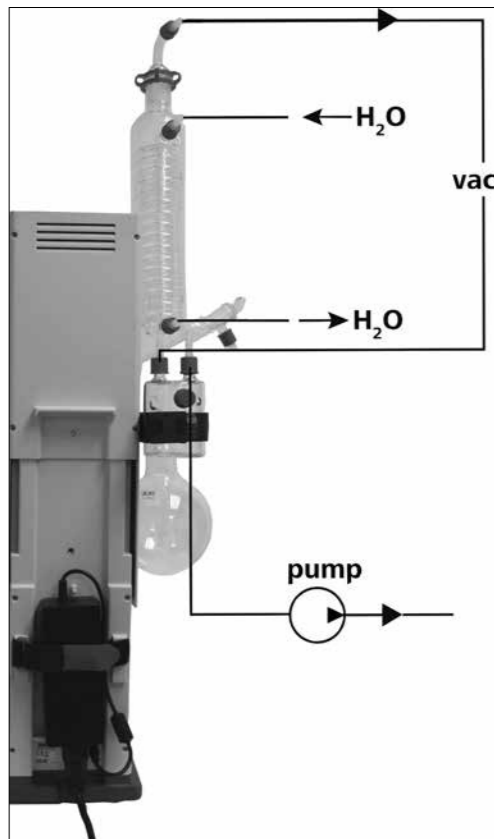

Fig. 20
- 역류 원리 에 따라 물 호스(H₂O)를 냉각기에 연결합니다. (Fig. 20)